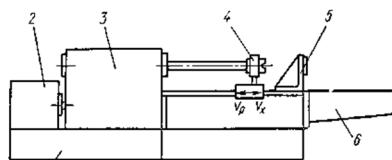

Рисунок 2 - Общий вид горизонтально-протяжного станка
**Горизонтально-протяжной станок.** Этот станок для внутреннего протягивания (рисунок 2) состоит из станины 1, насосной станции 2, гидроцилиндра 3, каретки 4, опорного кронштейна 5 и корыта 6. Протяжку хвостовой частью вставляют в предварительно обработанное отверстие